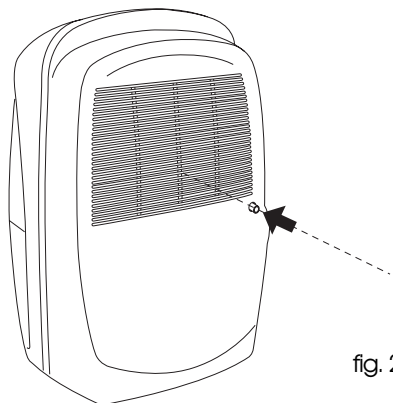

fig. 2
- 1) Bør et hul inde i afløbstuden, ved hjælp af en boremaskine med en tynd borespids (Fig.2).